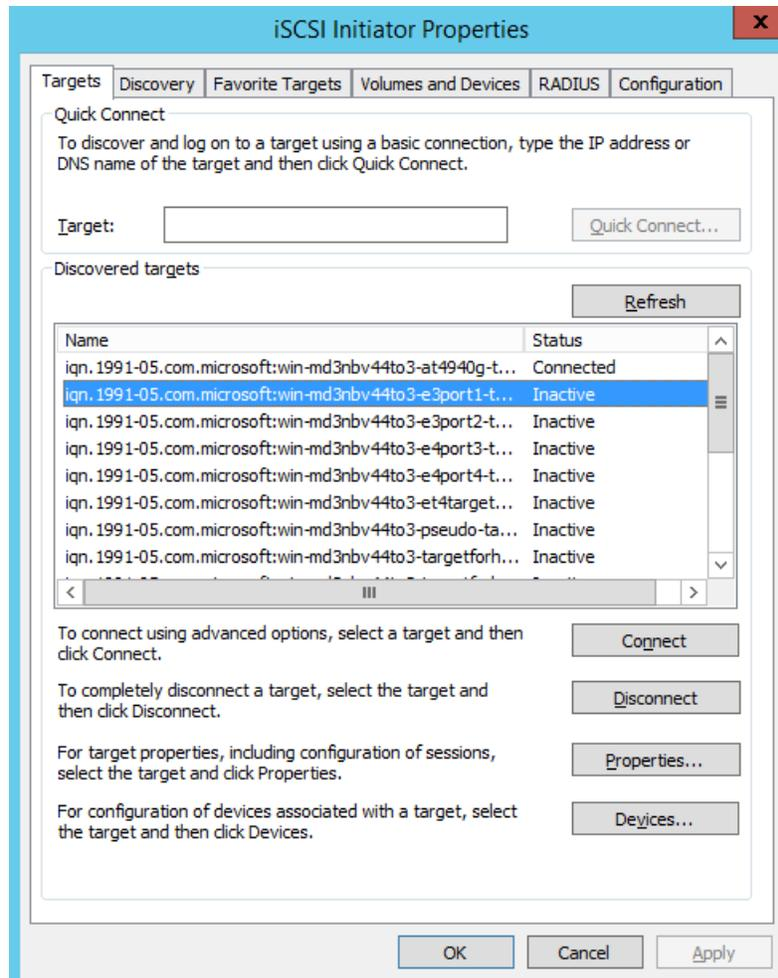

Abbildung 9-22. Herstellen einer Verbindung zum iSCSI-Ziel
8. Klicken Sie auf die Registerkarte **Targets** (Ziele) und dann auf der Seite „Targets“ (Ziele) (Abbildung 9-22) auf **Connect** (Verbinden).